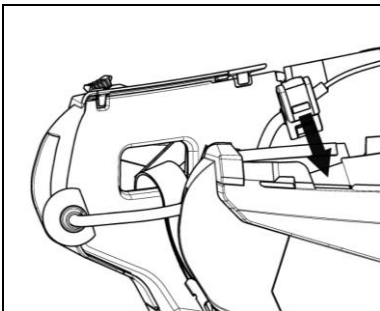

Abb. 7
- Bringen Sie das Kabel im Innern des Helmes an und lassen Sie den rechten Halterungsbügel in den eigens dafür ausgesparten Bereich einschnappen (Abb. 7).